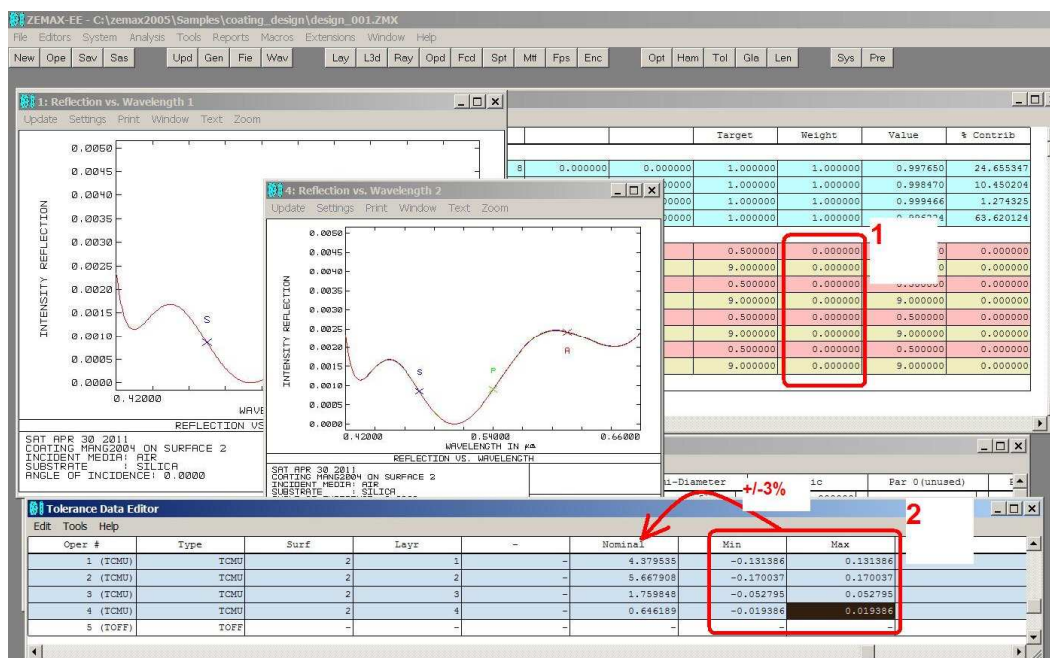

图 8
- 公差分析的准备：1) 设置边界条件操作数 CMGT, CMLT 的权重均为 0。2) 一般而言，膜厚制造公差约 3%，所以将膜层物理厚度的公差初始值设为 $\pm 3\%$ ，如图 8。